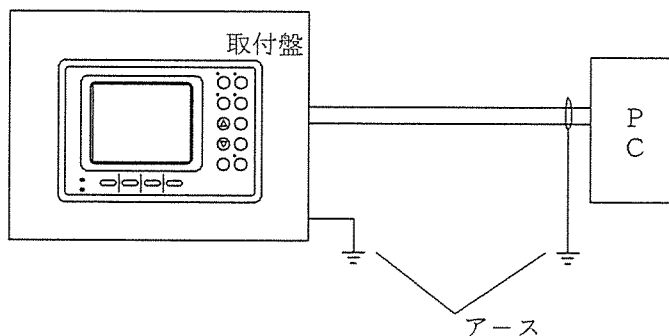

図1
- ・ 静電気ノイズの多発が予想される環境下でご使用の場合は、ケーブルのシールドをアースしてください。(図1参照)